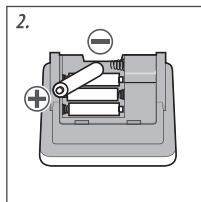

Fig.3
2. Montați în compartiment 4 baterii de tip "AA". Asigurați-vă că polaritatea corespunde simbolurilor (+) și (-), indicate în interiorul compartimentului (fig.3). Bateriile se montează ușor prin apășarea cu capătul "-" asupra arcului.